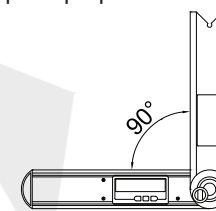
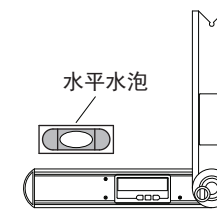

Fig.5
Fig.6
b.Verificação da perpendicularidade: Defina o ângulo entre os dois lados do medidor de ângulo para 90° (Fig.5) e verifique a perpendicularidade, conforme mostrado na Fig.6.